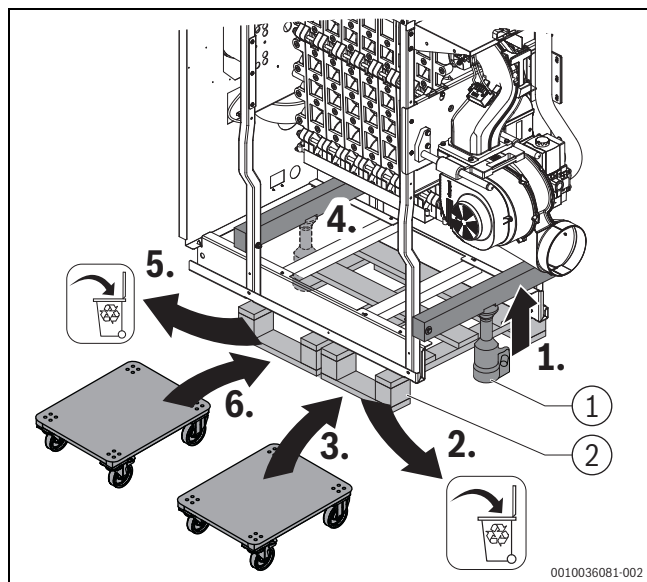

Fig. 12 Colocar o macaco por baixo, deslizar o rolo de transporte (imagem a título de exemplo)
- Posicionar o macaco (distância máx. do solo 215 mm e altura mín. de elevação 345 mm) sob uma das barras transversais da estrutura da caldeira (→fig. 12, passo 1 – 3) elevar a caldeira de tal forma que uma paleta parcial possa ser removida.
- Posicionar o macaco sob a segunda barra transversal (→fig. 12, passo 4 – 6) e elevar a caldeira de tal forma que a segunda paleta parcial possa ser removida.